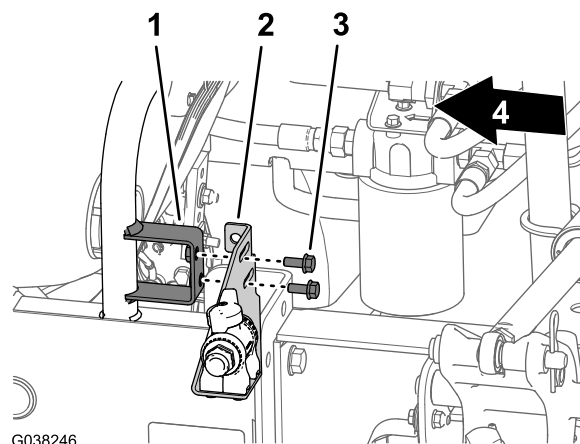

Рисунок 60
1. Совместите пазы в кронштейне клапана перемешивания с отверстиями в креплении для кронштейна дроссельного клапана (Рисунок 60).
2. Установите кронштейн клапана перемешивания на крепление для кронштейна дроссельного клапана (Рисунок 60) с помощью 2 болтов с фланцевыми головками (5/16 x 3/4 дюйма).